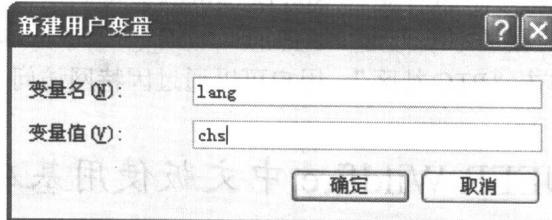

图 1-2-2 中文环境设置
(2) 单击“环境变量”按钮，调出“环境变量”对话框。选择“新建”按钮，在“新建用户变量”对话框中设置环境变量 lang 之值为 chs，如图 1-2-2 所示。